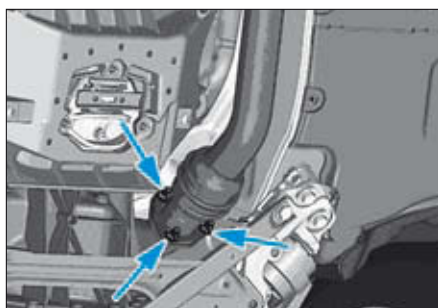

FIG. 3
- Dévisser les écrous du tuyau de sortie du collecteur d'échappement (Fig.3).